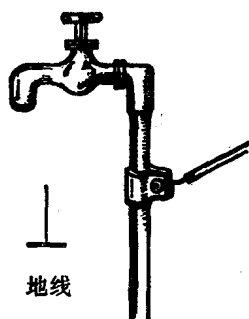

图1-2
2. 地线(M) 因为大地是导电的，收音机有了地线，电路通畅，效果更好。地线一般要埋在室外几米深的地下。为了方便，这里用自来水管代替地线。要把导线牢固地连接在水管上，应该照图1-2的样子，用金属片和有帽的螺栓做个夹子。先把夹子固定在水管上，再把导线的一端紧紧地拴在夹子上，另一头接收音机。